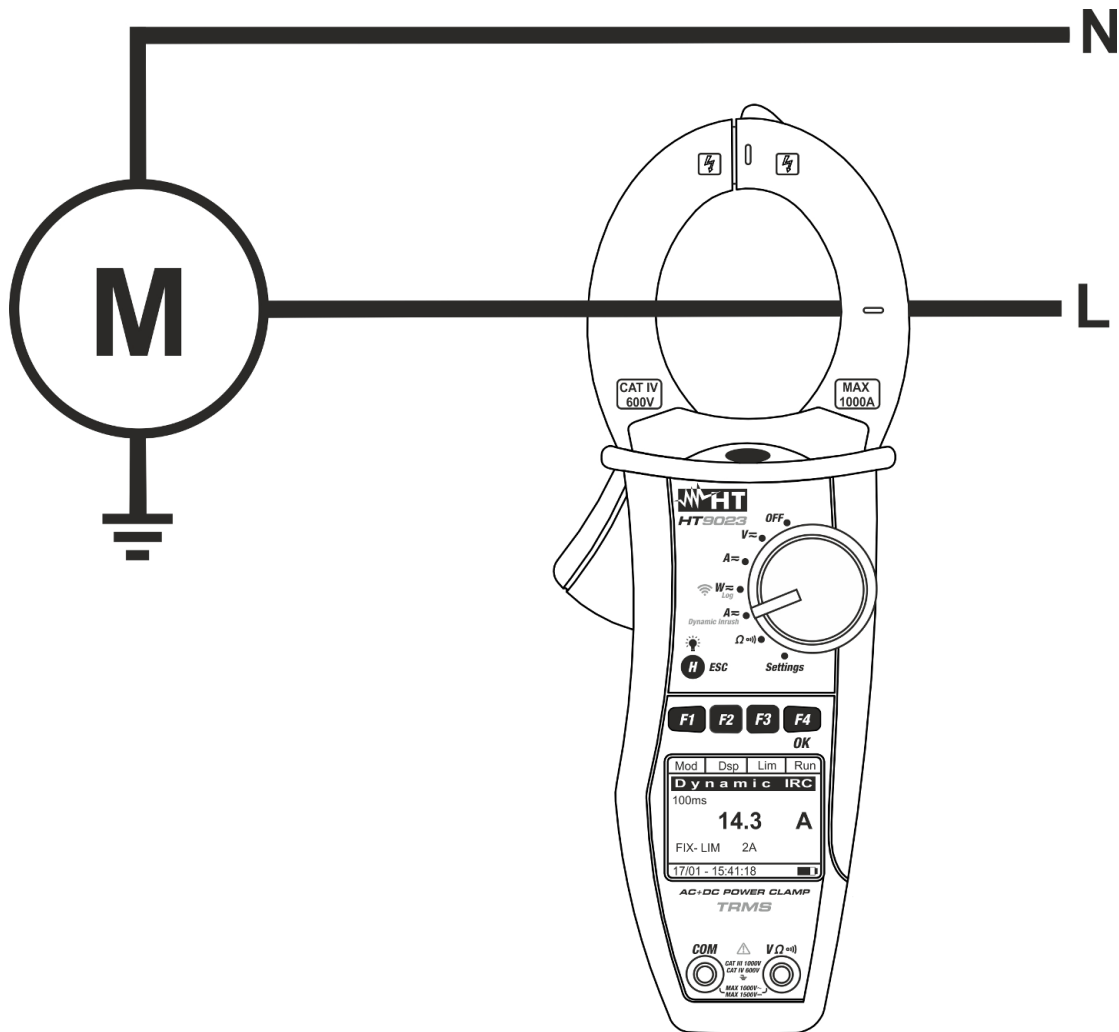

Fig. 11: Misura Corrente di spunto (Dynamic Inrush)
7. Inserire il cavo all’interno del toroide al centro dello stesso al fine di ottenere misure accurate (vedere Fig. 11). Utilizzare le tacche presenti come riferimento (vedere Fig. 2)